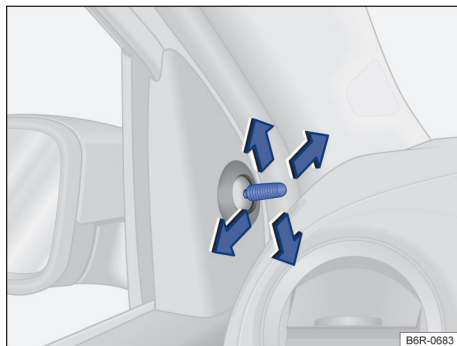

Fig. 81 Nas portas dianteiras: botão de ajuste dos espelhos retrovisores externos mecânicos.
- < – Movimentar o botão de ajuste no revestimento das portas dianteiras → Fig. 81.